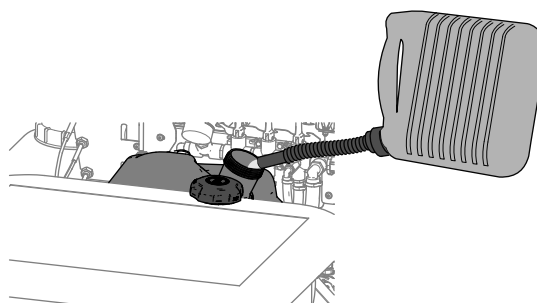

Figura 15
3. Limpie alrededor del tapón del depósito de combustible y retírelo (Figura 15).
4. Llene el depósito de combustible (Figura 15) hasta la parte inferior del cuello de llenado. No deje que la gasolina llegue al cuello de llenado del depósito.